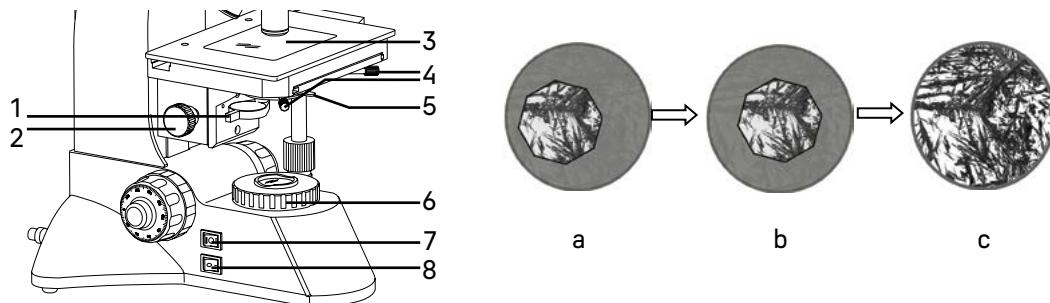

Рис. 12. Центрировка конденсора
- Убедитесь, что питание включено – кнопка 8 (рис. 12) приведена в положение «—».
- Включите осветитель проходящего света, установив переключатель 7 (рис. 12) в положение «I». Дайте ему немного поработать, чтобы достичь стабильного уровня освещения.
- Разместите объект на предметном столике 3 (рис. 12), введите в ход лучей объектив 10x, сфокусируйтесь, настройте визуальную насадку.
- Раскройте полевую диафрагму коллектора 6 (рис. 12) и апертурную диафрагму конденсора, рукояткой перемещения кронштейна конденсора 2 (рис. 12) поднимите конденсор до упора.
- Наблюдая в окуляры, прикройте полевую и апертурную диафрагму, так чтобы была освещена только центральная часть поля зрения – рис. 12а.
- С помощью центрировочных винтов конденсора 4 (рис. 12) приведите изображение в центр поля зрения окуляра – рис. 12б.
- Осторожно перемещая конденсор вверх и вниз вращением рукоятки перемещения кронштейна конденсора 2 (рис. 12), поместите конденсор в рабочее положение, при котором будет резкое изображение краев многогранника прикрытой полевой диафрагмы, а дифракционный сине-зеленый цвет на краю диафрагмы обращен за край диафрагмы, а не в поле зрения.
- Раскройте полевую диафрагму немного больше, чем размер поля зрения – рис. 12с. Может потребоваться дополнительная центрировка.